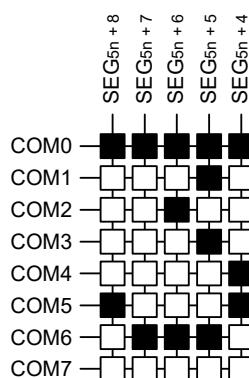
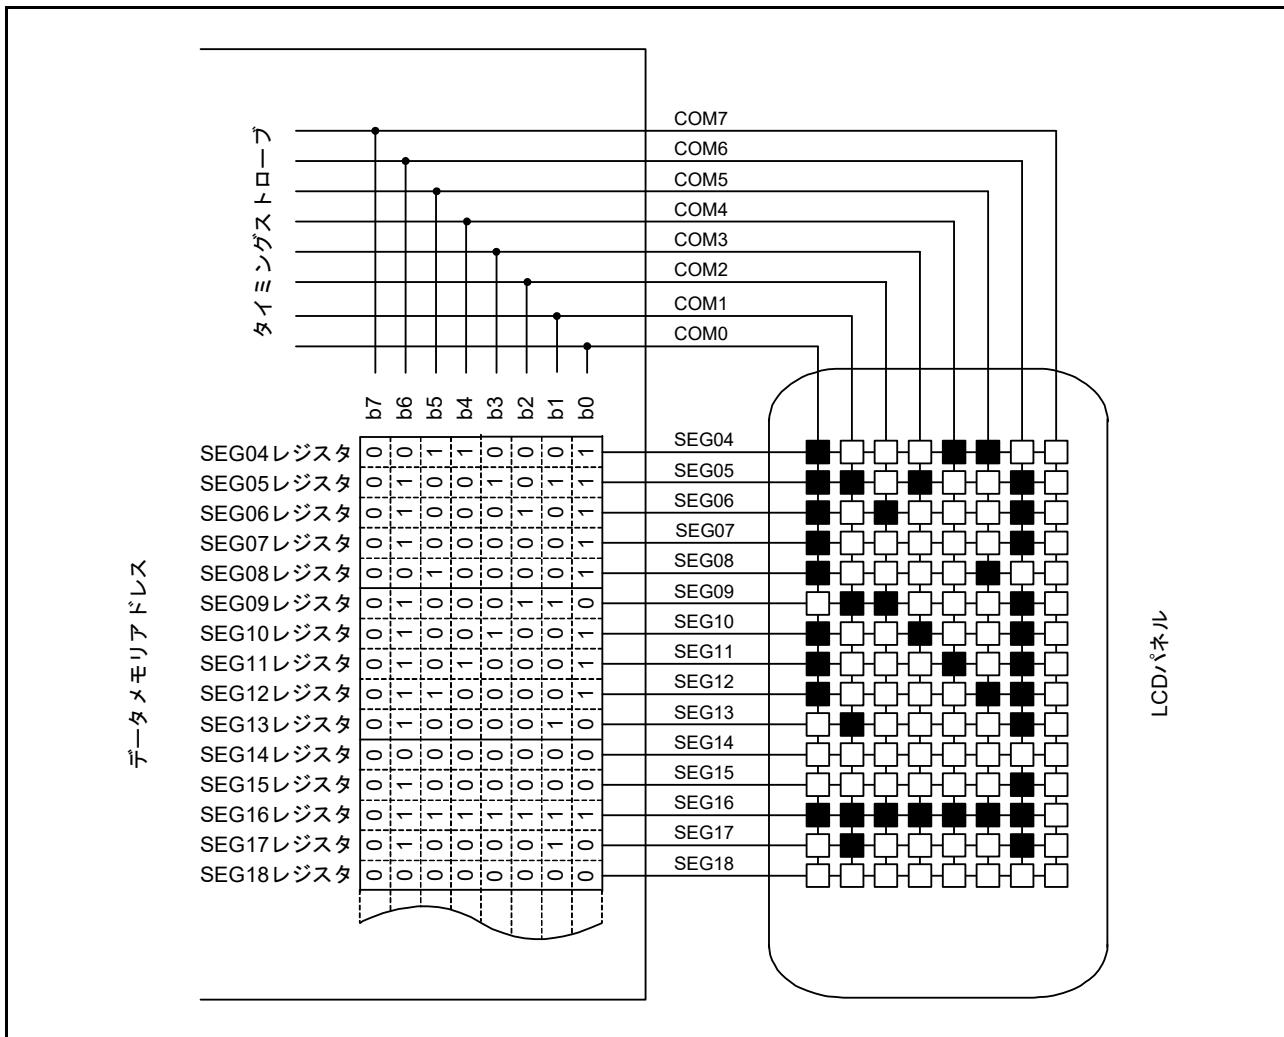

図 45.32 8 時分割 LCD 表示パターンと電極接続
図 45.33 8 時分割 LCD パネルの接続例
図 45.33 に、図 45.32 の表示パターンを持つ  $15 \times 8$  ドット表示の LCD パネルと、セグメント信号 (SEG04 ~ SEG18) およびコモン信号 (COM0 ~ COM7) との接続関係を示します。この例では LCD パネルに「123」を表示します。表示データレジスタの内容はこの表示に対応しています。
ここでは、1 桁目に表示される数字の「3」(3) を例にとって説明します。LCD パネルに「3」を表示するには、コモン信号 COM0 ~ COM7 の選択タイミングで、選択電圧または非選択電圧を SEG04 ~ SEG08 端子に印加する必要があります。セグメント信号と LCD セグメントの関係については、図 45.32 を参照してください。